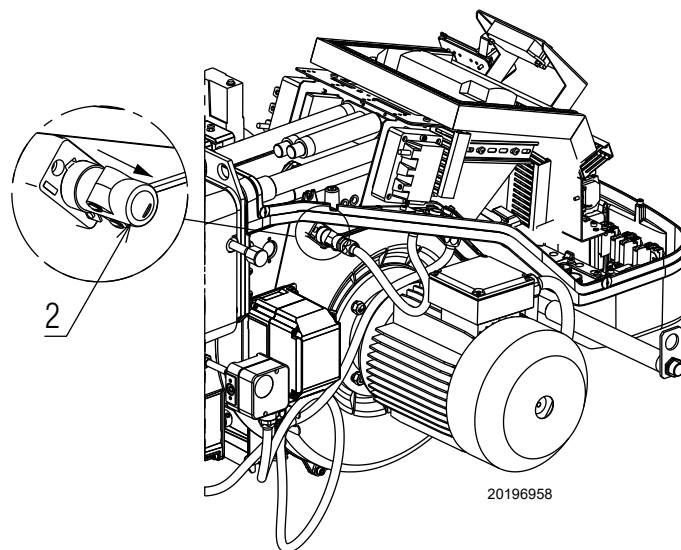

Fig. 55
- extract the sensor 2)(Fig. 55);